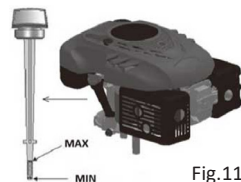

Fig. 11
- Il tappo di scarico si trova sotto il motore (Fig. 11 - voce 1).
- Posizionare un contenitore adatto sotto il motore per raccogliere l'olio esausto e rimuovere il tappo. Inclinare il tosaerba in modo che tutto l'olio fuoriesca dal serbatoio. Dopo aver scaricato l'olio, riposizionare il tappo nel foro, assicurandosi che sia ben fissato, e pulire l'olio versato (Fig. 11).
- Aggiungere olio SAE30 o 15W-40 nel contenitore dell'olio. Quando l'indicatore del livello dell'olio viene inserito nel foro e avvitato, il livello dell'olio deve trovarsi tra i segni Min e Max (Fig. 11). Non riempire eccessivamente il contenitore.